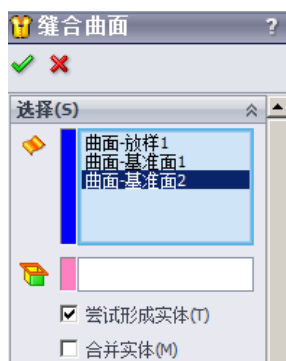

图 5.9.4 “缝合曲面”对话框
Step3. 选择缝合曲面命令。选择下拉菜单 **插入(I)** → **曲面(S)** →  **缝合曲面(K)...** 命令，系统弹出图 5.9.4 所示的“缝合曲面”对话框。